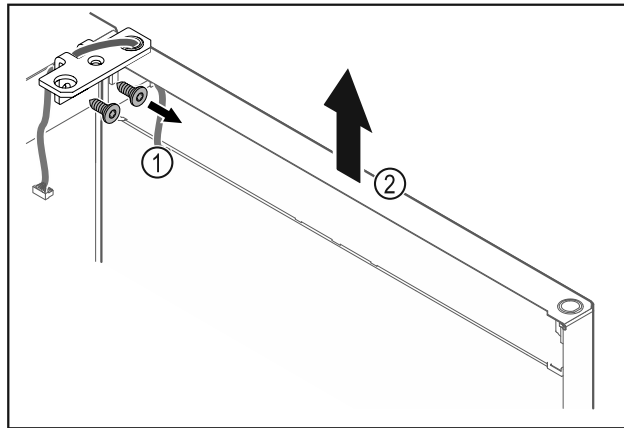

Fig. 24
- Irrota saranakulma Fig. 24 (1).
- Nosta ovea saranakulmineen Fig. 24 (2) noin 200 mm suoraan ylöspäin ja ota pois.